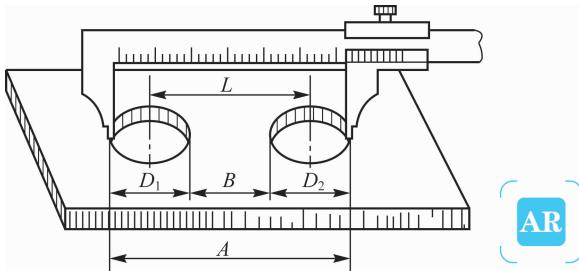

图1-4 测量两孔的中心距
①先用游标卡尺分别量出两孔的内径 D_1 和 D_2 ,再量出两孔内表面之间的最大距离A,如图1-4所示,则两孔的中心距为 $L=A-1/2(D_1+D_2)$ 。
②先分别量出两孔的内径 D_1 和 D_2 ,然后用刀口形量爪量出两孔内表面之间的最小距离B,见图1-4,则两孔的中心距为 $L=B+1/2(D_1+D_2)$ 。